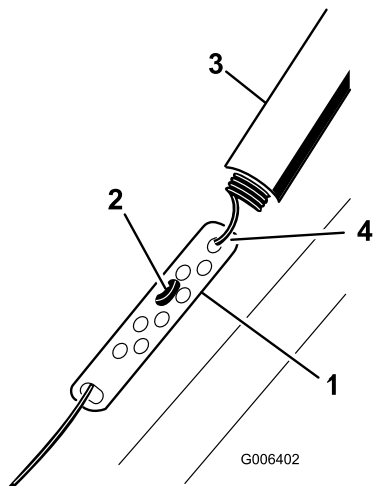

Figure 10
1. Remontez la protection du ressort et décrochez le ressort de la bielle de réglage (Figure 10).
2. Accrochez le raccord en Z à un trou plus haut ou plus bas sur la bielle de réglage de manière à obtenir un espace de 2 à 3 mm (1/16 à 1/8 po) entre la barre de commande et le guidon (Figure 10).